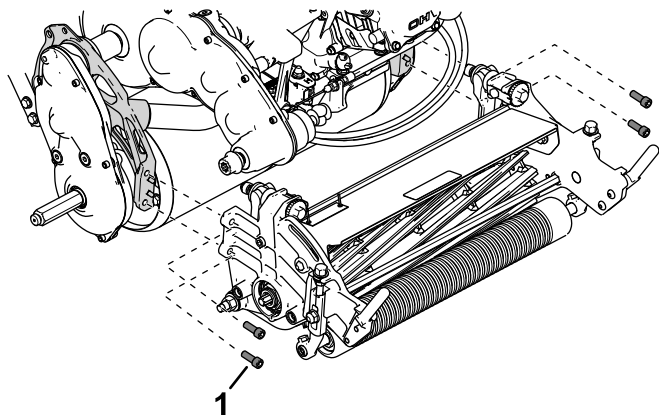

Figura 50
- Retire os parafusos de cabeça sextavada interior que prendem a unidade de corte à estrutura (Figura 50).